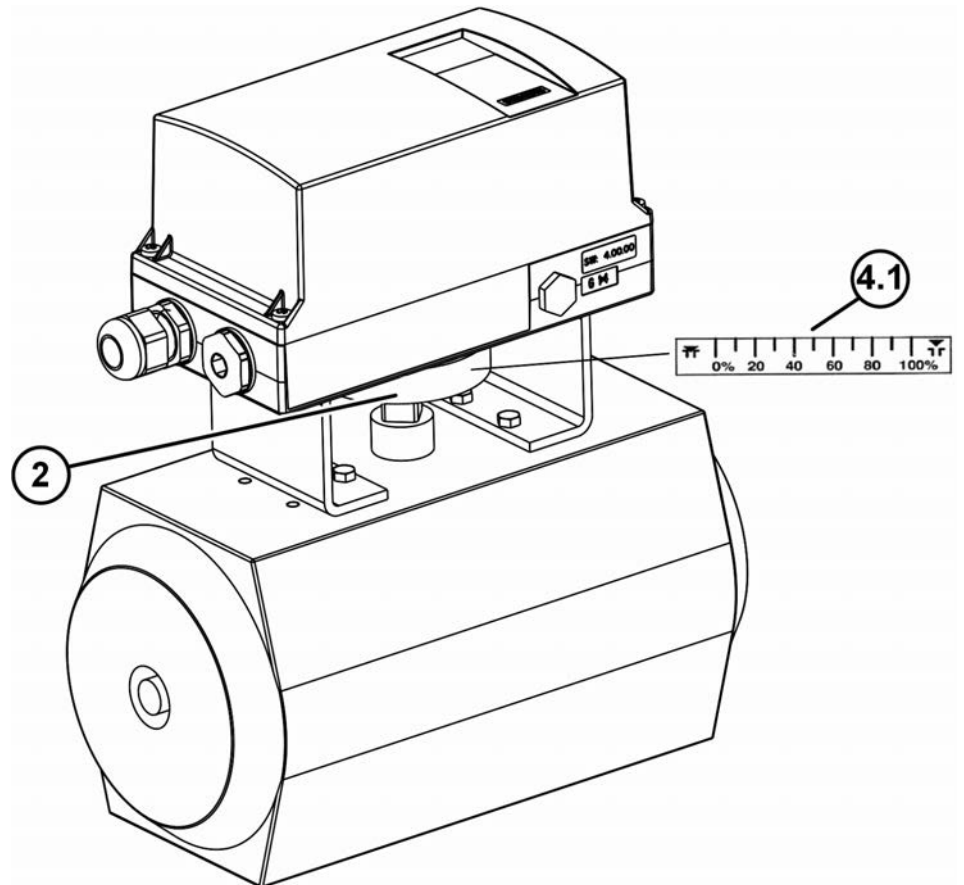

图 23: 刻度尺的安装
7. 图 23: 调试结束后, 将执行机构移动至终端位置, 并根据旋转方向或旋转范围将刻度尺 (4.1) 粘贴在耦合轮 (2) 上。此刻度尺是自粘的。